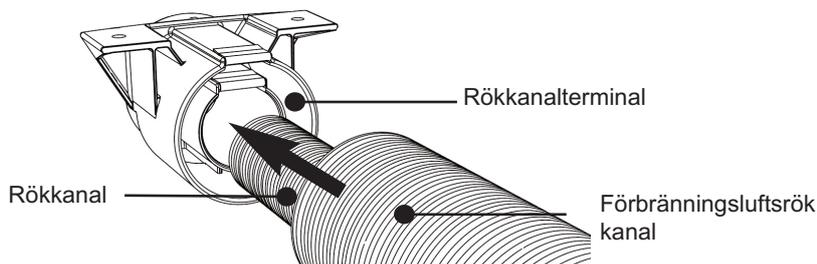

Bild 23A Montering av rökkanal till rökkanalterminal
- iii. Tryck på rökkanalen i den bakre änden av rökkanalterminalen (sitter på fordonsgolvet) tills att den inte tar sig längre (ca 50mm). Rökkanalen **måste** tryckas ända in. Se bild 23A, B och C.